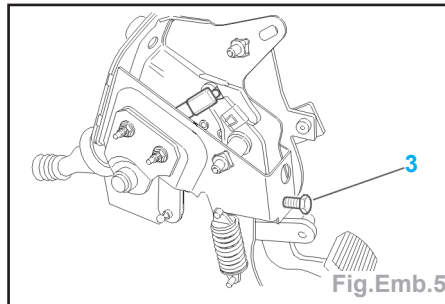

Fig.Emb.5
**Nota :** en cas d'impossibilité (mécanisme de rattrapage automatique bloqué) dévisser la vis (3) pour créer un jeu mini à la pédale de commande de débrayage (Fig.Emb.5).